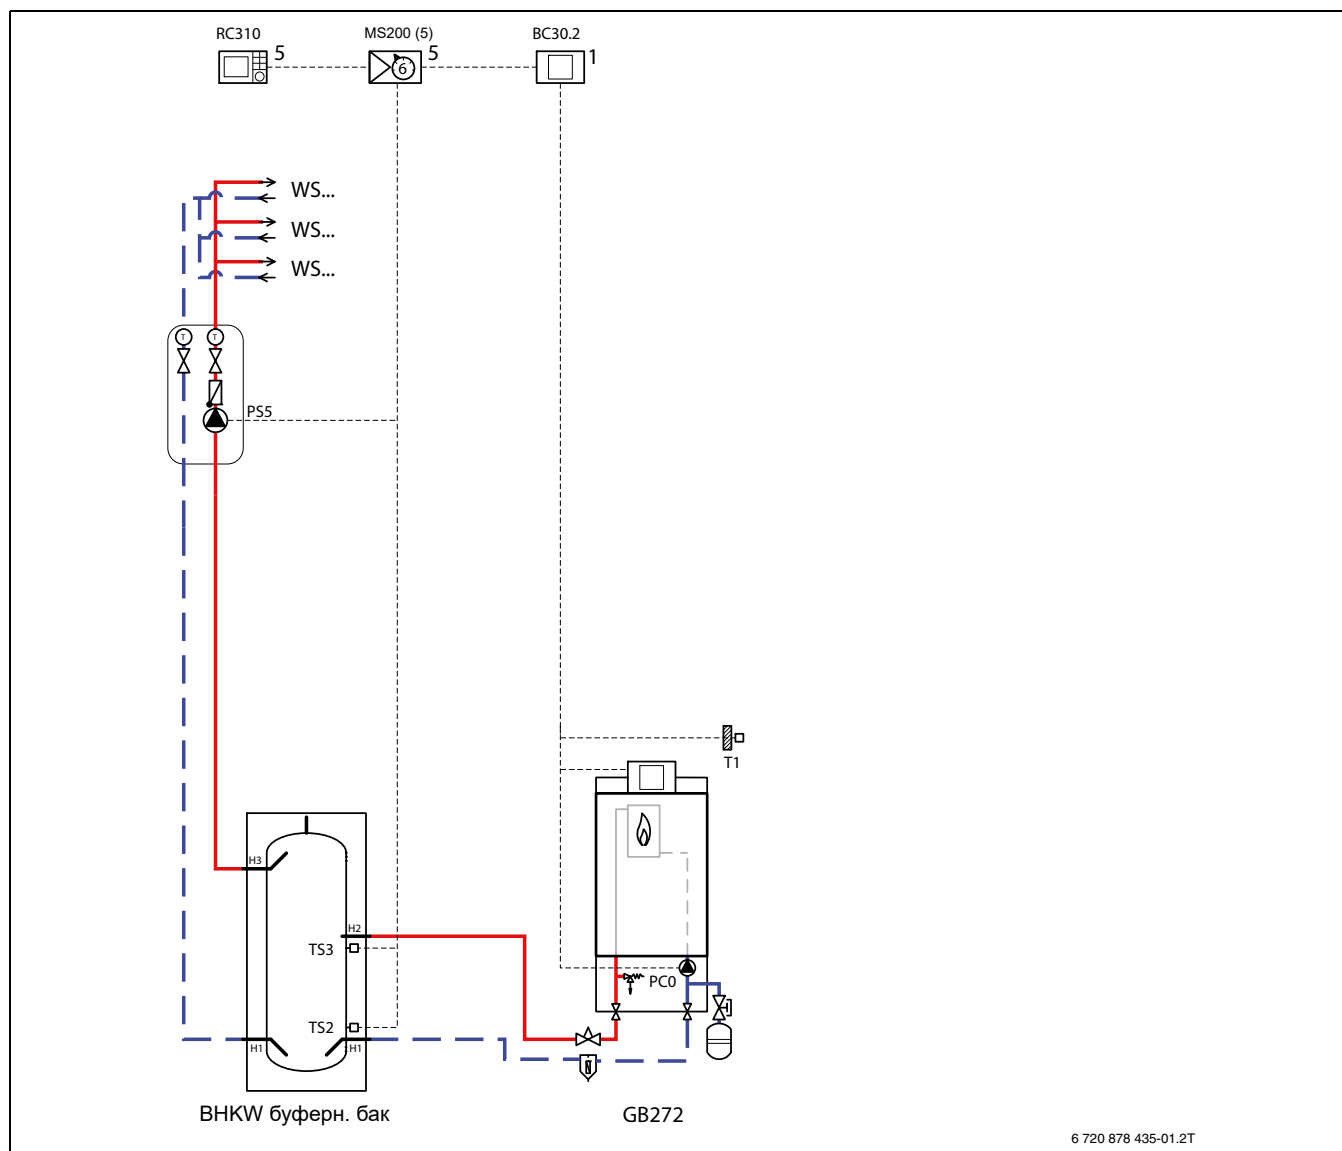

Рис. 77 Електросхема для прикладу установки
- Особливу увагу необхідно приділити приєднанню лінії подачі та зворотної лінії, як на первинній (H1, H2), так і на вторинній стороні (H1, H3). Датчик (TS1, TS2, TS3) повинен бути розташований, як показано на рис.77